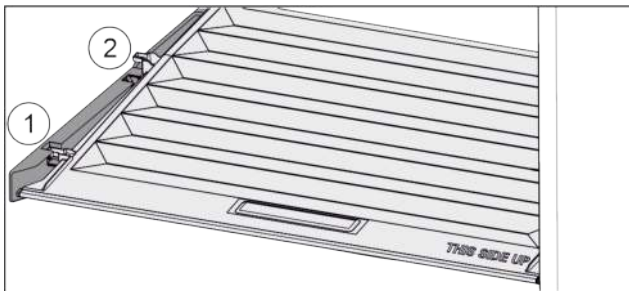

Fig. 150
- Deckel bis zur Öffnung in den Halteteilen nach vorne ziehen Fig. 150 (1).
- Hinten von unten anheben und nach oben wegnehmen Fig. 150 (2).